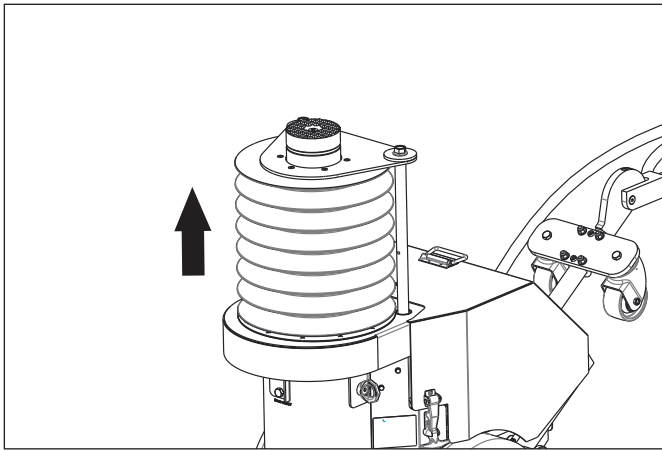

图 17，完全伸出液压缸
- a. 按住控制板的“向上”按钮，使液压缸伸出。继续按住按钮，直到液压缸完全伸出，千斤顶气动马达停止运行。参见图 17。